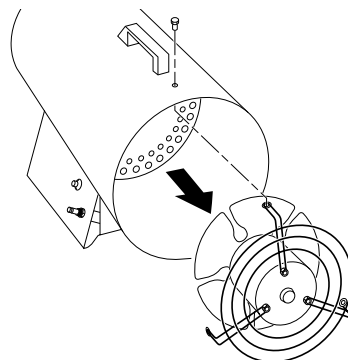

Figure 20 - Dépose du moteur et de la grille du ventilateur
3. Sortir le moteur et la grille de ventilateur du corps de l'appareil (voir la figure 20). Veiller à ne pas endommager le ventilateur.